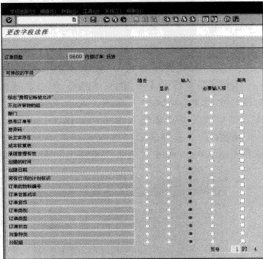

图 5-126 更改字段选择
STEP ③ 单击“ 字段选择”按钮，可以更改字段选择，如图 5-126 所示。